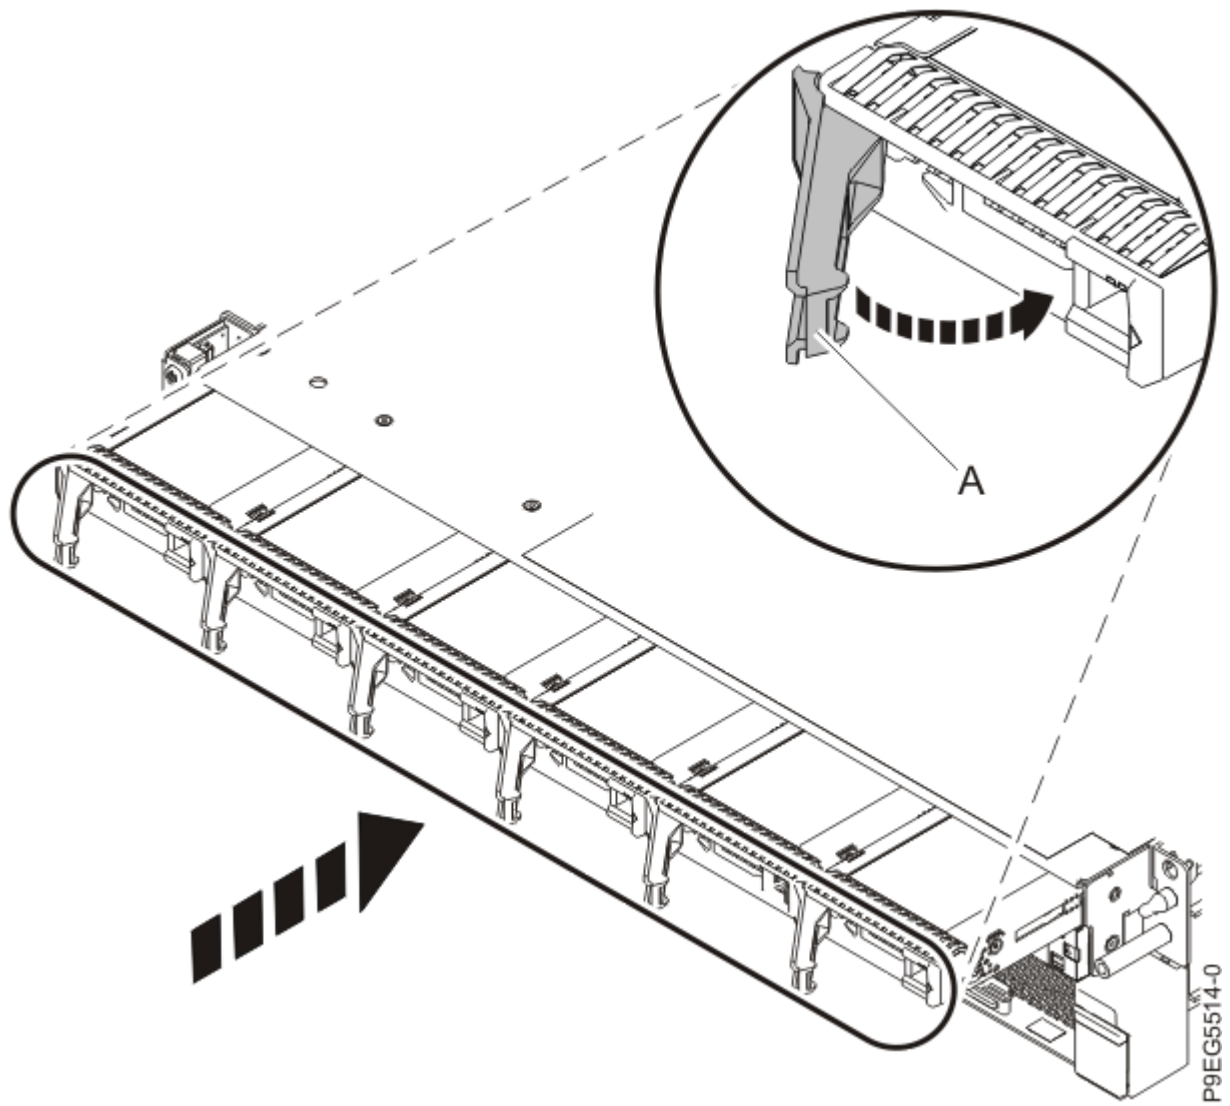

Abbildung 20. Vordere Laufwerke wiedereinbauen
6. Installieren Sie alle vorderen Laufwerke in ihren Steckplätzen (siehe Abbildung 20 auf Seite 22). Drücken Sie den Laufwerkhebel **(B)**, bis das Laufwerk eingerastet ist und sich der Hebel in der geschlossenen Position befindet **(A)**.